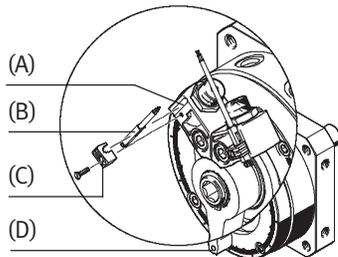
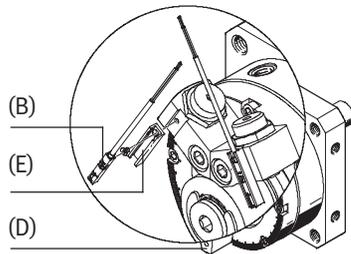

Fig. 21
Fig. 22
- Montera lägesgivaren (B) enligt följande (Fig. 21, Fig. 22):